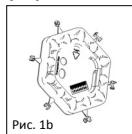

Рис. 1b
■ Рис.1b/6 Интегрированные шаблоны на задней части регулировочного диска (Рис. 1b) соответствуют минимальному размеру трансплантата для выравнивания барабанной перепонки (Рис. 6).